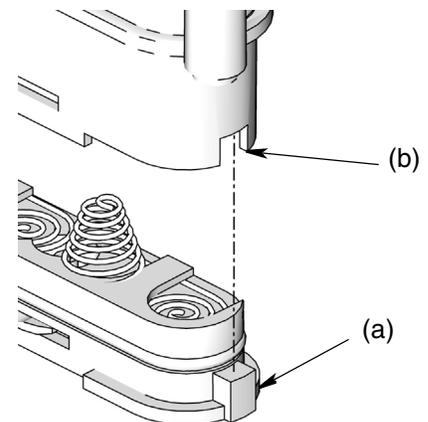

图 29
- 更换盖子。盒盖设计为只能在一个方向盖入电池盒。盒盖上的凸台（a）卡入盒座上的开口（b）。（图 29）。